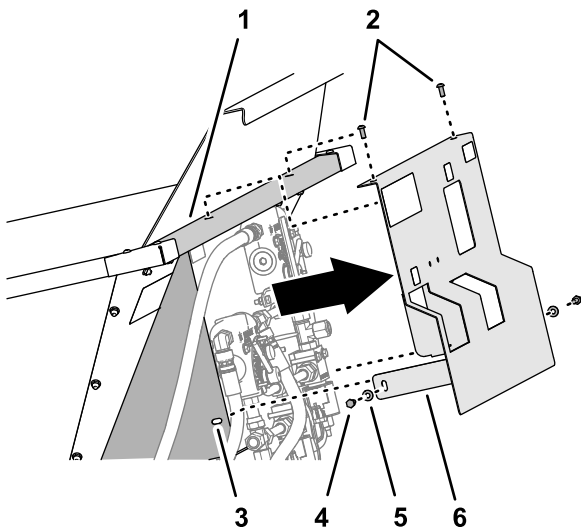

Figura 17
1. Retire os dois parafusos e as duas anilhas que prendem a proteção hidráulica à montagem da válvula no adubador (Figura 17).
2. Remova os dois parafusos de cabeça de tremço que prendem a proteção hidráulica à parede frontal da tremonha e retire a proteção (Figura 17).
- Retire os dois parafusos e as duas anilhas que prendem a proteção hidráulica à montagem da válvula no adubador (Figura 17).
- Remova os dois parafusos de cabeça de tremoço que prendem a proteção hidráulica à parede frontal da tremonha e retire a proteção (Figura 17).